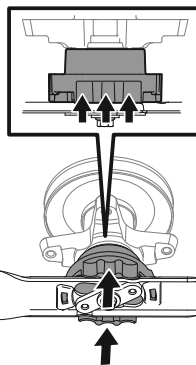

Figure 45
3. Poussez la bague de verrouillage vers le haut et retenez-la. Voir Figure 45.
4. Poussez la lame vers le haut contre l'adaptateur jusqu'à ce que la bague de verrouillage soit relevée. Voir Figure 45.